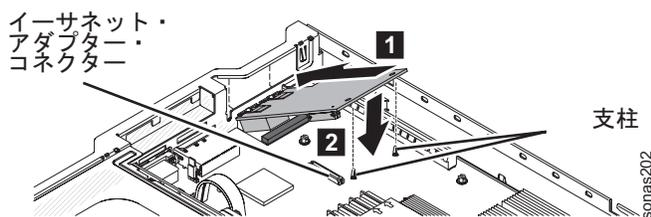

図 16. イーサネット・アダプターのポート・コネクタとポート開口部の位置合わせ
10. アダプターをシステム・ボード上のアダプター・コネクタと位置合わせします。次に、アダプターを傾けて、アダプター上のポート・コネクタの位置がシャーシ上のポート開口部と合うようにします。図 16 を参照。